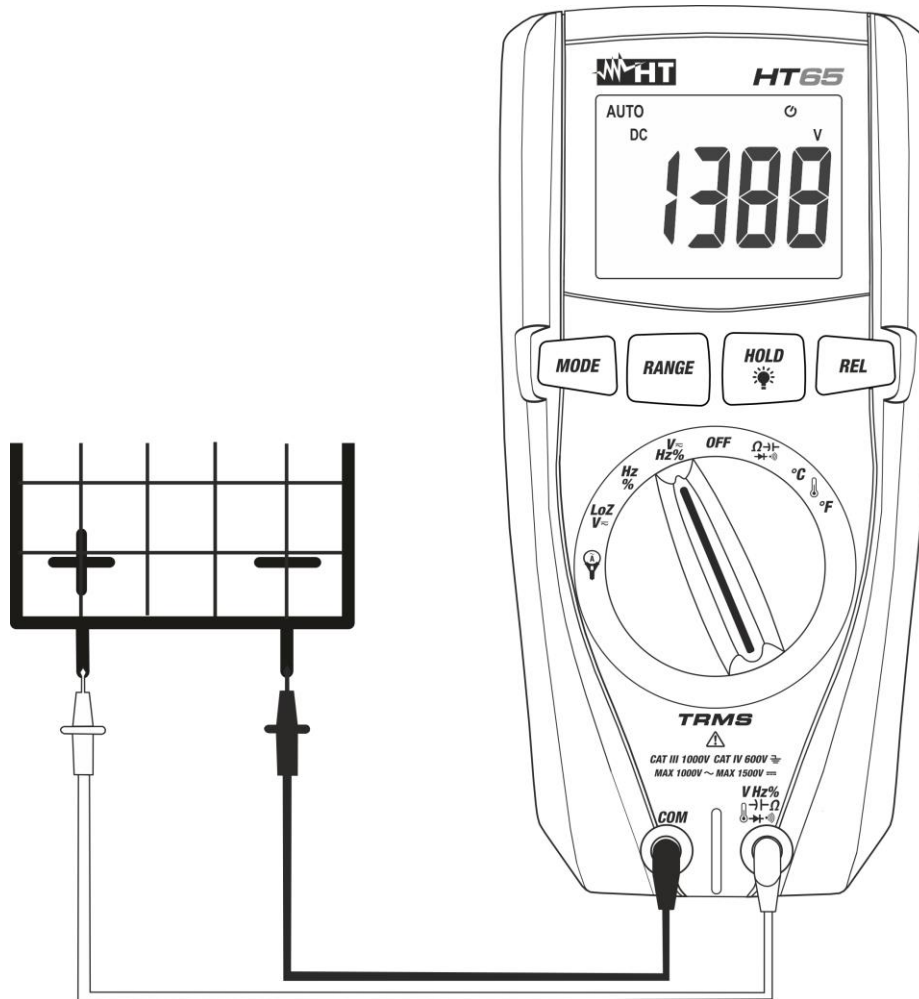
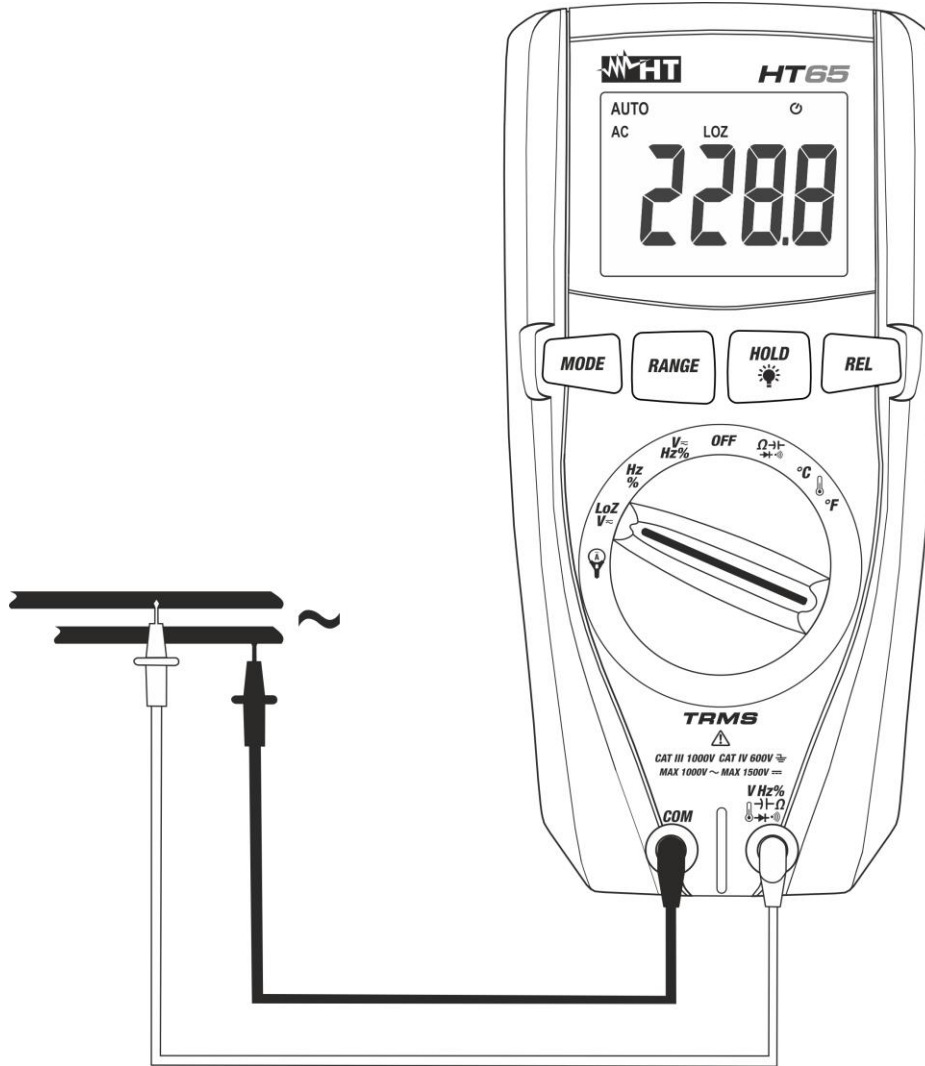

Fig. 2: Uso del instrumento para medida de Tensión CC
Fig. 4: Uso del instrumento para medida de Tensión CA/CC con función LoZ
4. Posicione la punta roja y la punta negra respectivamente en los puntos a potencial positivo y negativo del circuito en examen (vea la Fig. 2). El valor de la tensión se muestra en pantalla
6. La visualización del símbolo "-" en el visualizador del instrumento indica que la tensión tiene sentido opuesto respecto a la conexión de Fig. 2.
4. Posicione la punta roja y la punta negra respectivamente en los puntos deseados del circuito en examen (vea Fig. 4) para la medida de tensión CA o en los puntos a potencial positivo y negativo del circuito en examen (vea Fig.2) para la medida de tensión CC. El valor de la tensión se muestra en pantalla
6. La visualización del símbolo "-" en la pantalla del instrumento indica que la tensión tiene sentido opuesto respecto a la conexión de Fig.2